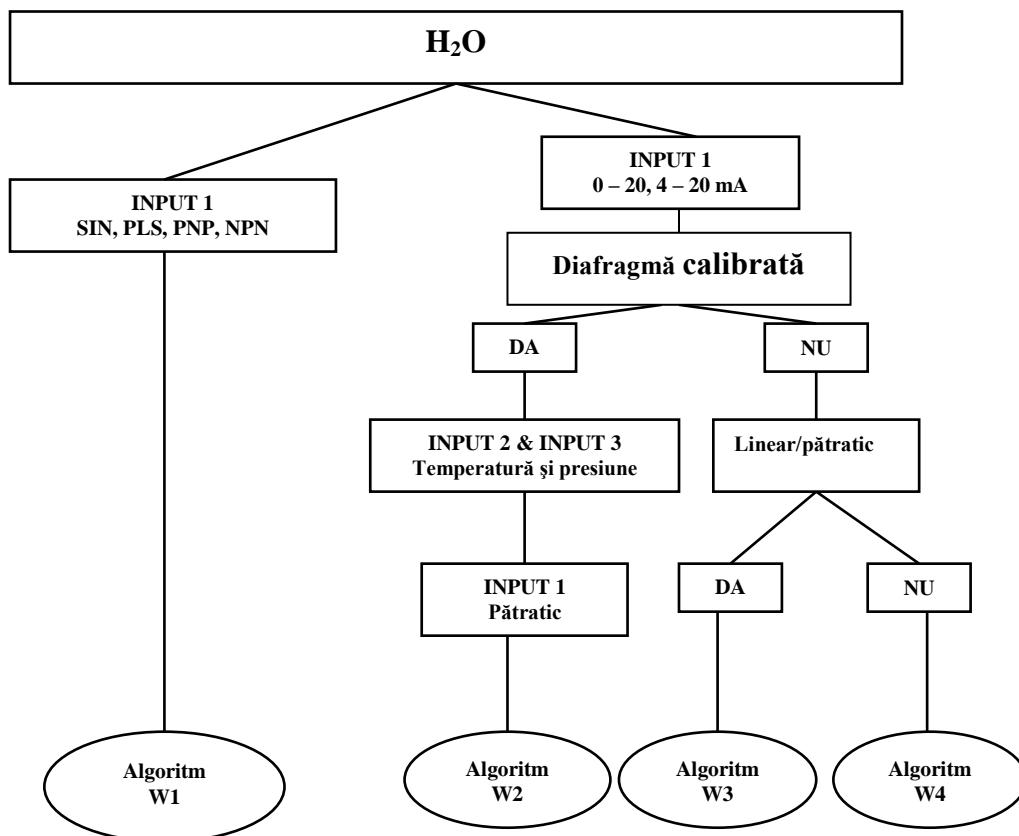

Figura 1.
1. Măsurarea debitului de apă – figura 1.